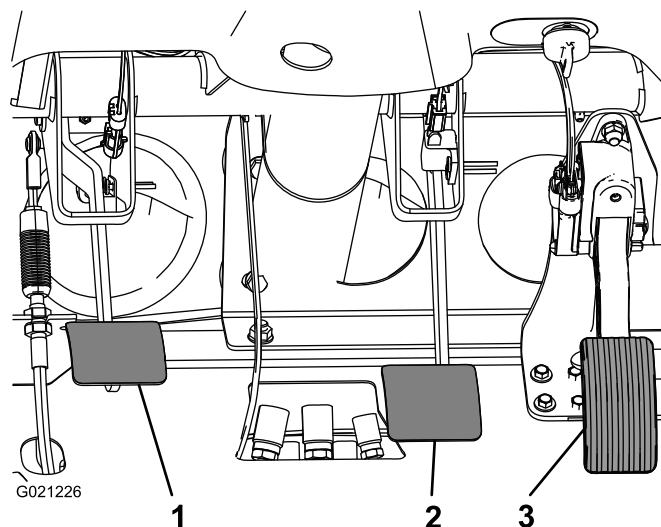

图 63
2. ブレーキペダル（図 63）を持ち上げてフレームに接触させる。
3. ヨークをマスターシリンダ・シャフトに固定しているジャムナットをゆるめる（図 63）。